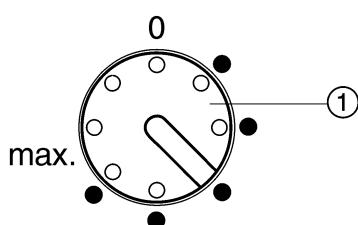

Fig. 2
- Поворачивайте регулятор температуры Fig. 2 (1) вправо с помощью монеты.